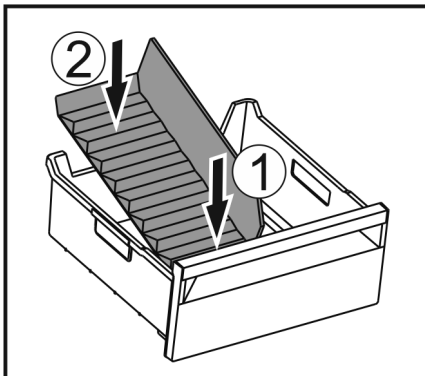

Fig. 35
- ▶ Вставити відділювач спочатку спереду Fig. 35 (1).
- ▶ Опустити задню частину Fig. 35 (2).